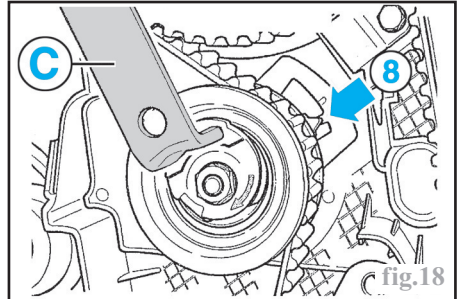

fig.18
À l'aide du levier (C), ramener le galet tendeur dans le sens horaire (sens de sa flèche gravée sur le galet), jusqu'à ce que l'index du galet tendeur soit aligné avec la rainure de sa patte fixe (8) (Fig.18).
À l'aide du levier **(C)**, ramener le galet tendeur dans le sens horaire (sens de sa flèche gravée sur le galet), jusqu'à ce que l'index du galet tendeur soit aligné avec la rainure de sa patte fixe **(8)** (Fig.18).